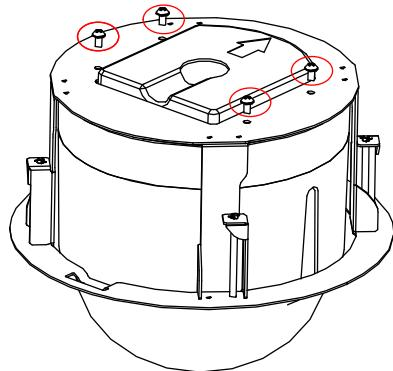

图2-25 拆除螺丝
1. 用十字螺丝刀拧松并取下四颗螺丝，如图 2-25 所示。